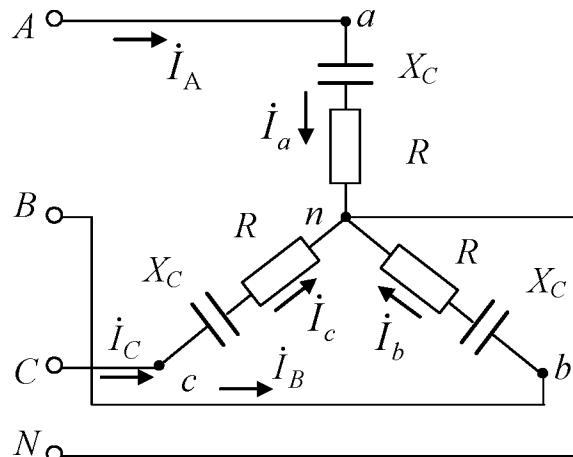

Рис. 3.3
**Задача 3.3.1.** К трехфазной линии с линейным напряжением  $U_{\text{л}} = 380$  В подключены три одинаковых однофазных приемника ( $R_{\text{ф}} = 3$ , Ом,  $X_{C\text{ф}} = 4$ , Ом), соединенные по схеме «звезда с нейтральным проводом» (рис. 3.3). Определить токи в фазах и нейтральном проводе, а также потребляемую мощность (активную, реактивную, полную). Построить векторную диаграмму токов и напряжений.